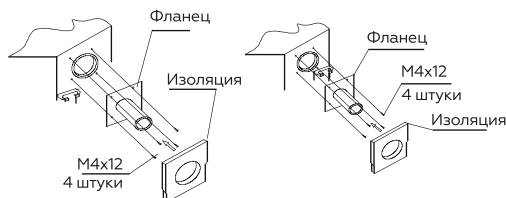

Рис. 32
7. Закрепите фланец и заизолируйте его (Рис. 32).